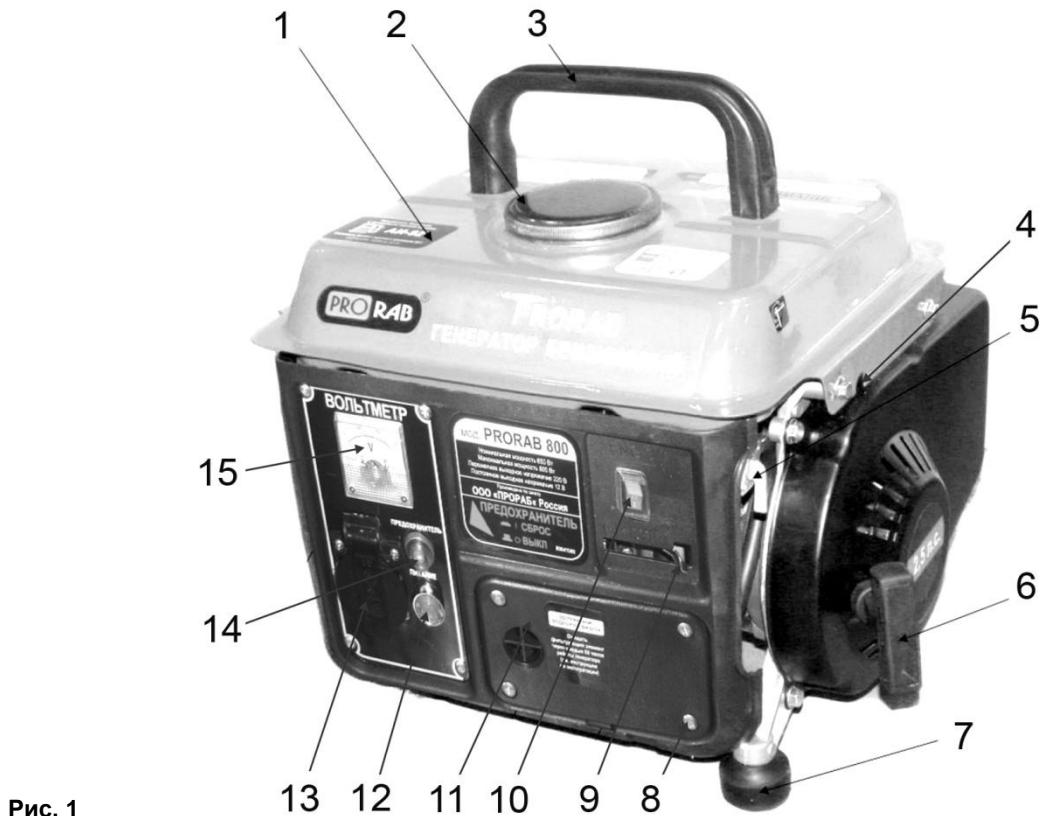

Рис. 1
- Оптимальное смесеобразование горючей смеси (топлива и воздуха) обеспечивает система питания карбюраторного бензинового двигателя. Возможность пуска бензинового двигателя в холодную погоду обеспечивает устройство регулирования положения воздушной заслонки карбюратора (9)(См. Рис.1).
- Запуск бензинового двигателя осуществляется ручным стартером, при помощи рукоятки (6).
- Заправка топливного бака (1) осуществляется через заправочную горловину, закрытую крышкой (2).
- Топливо из топливного бака (1) через топливный кран и топливную систему, поступает в карбюратор.
- С помощью воздушного фильтра производится очистка воздуха, поступающего в карбюратор двигателя. Для проведения технического обслуживания, воздушный фильтр снабжен съемной крышкой (9). Через крышку открывается доступ к фильтрующему элементу.
- Розетка (13) предназначена для подключения потребителей однофазного переменного тока, напряжением 220 В.
- Окрутите крышку топливного бака (2)(См. Рис.1). Проверьте уровень топлива.